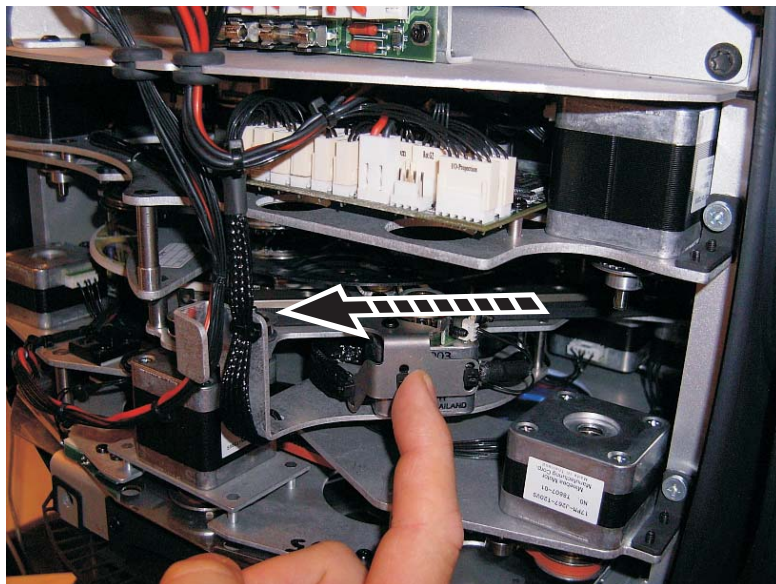

Figure 24: Accès à la roue d'animation
8. Vérifiez que le porte-gobo est dans le bon sens (voir Figure 24), puis engagez la lèvre du porte-gobo sous les clips de rétention et enfoncez-le pour qu'il se mette en place dans son logement. Si nécessaire, un petit tournevis ou équivalent vous aidera à soulever les clips de la roue.
3. Voir Figure 24. Approchez la roue du haut de la tête en tirant son chariot avec un doigt.
2. Déplacez la roue d'animation aussi loin que possible vers le haut de la tête et tirant sur son chariot d'entraînement (Figure 24 en page 46). La roue d'animation est en verre. Ne forcez pas dessus pour ne pas la casser, ce qui ne serait pas couvert par la garantie du produit.